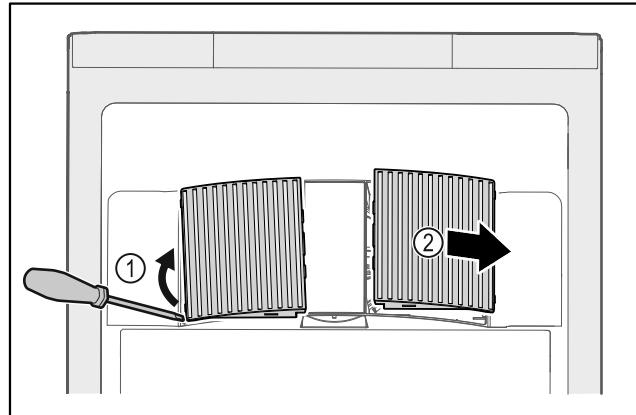

Fig. 34
- Ventiliatoriaus uždangalus atsargiai nukelkite iš šono Fig. 34 (1) ir nuimkite į priekį Fig. 34 (2).